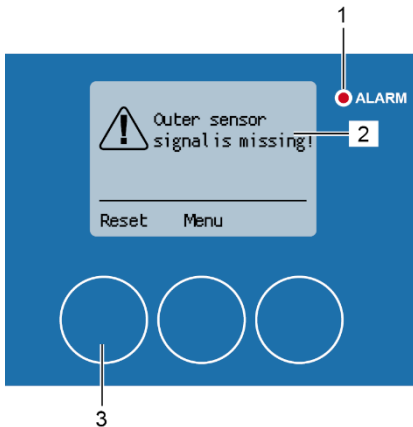

Abbildung 195: Alarm des äußeren Sensorsignals
Die Alarmmeldung „Signal des inneren Sensors fehlt!“ (Abbildung 195/2) wird während des Reinigungsvorgangs angezeigt, wenn es ein Problem mit dem Annäherungssensor am Rotorrand gibt. Die rote Alarm-LED (Abbildung 195/1) leuchtet auf.
2. Setzen Sie die Alarmmeldung mit [Zurücksetzen] (Abbildung 195/3) zurück.
Falls die Alarmmeldung zurückgesetzt wird, ohne den Fehler zu beheben, erscheint die Alarmmeldung erneut. Das Menü „1 Hauptmenü“ kann über [Menü] (Abbildung 195/4) aufgerufen werden, um z.B. den Signalzustand der Annäherungssensoren auf dem Rotorrand zu überprüfen ↪ Kapitel 6.5 Statusanzeigen auf Seite 89.